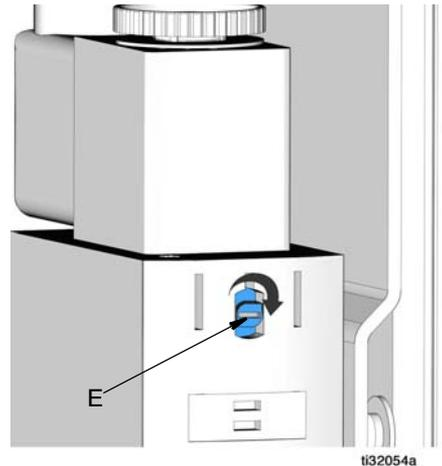

ABB. 14
Die Schraube des blauen manuellen Übersteuerungsschalters (E) in ABB. 14 wird in die Übersteuerungsposition gestellt.